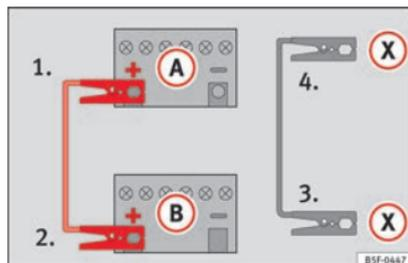

Fig. 68 Schema elettrico per i veicoli dotati di sistema Start&Stop.
– *Nei veicoli con sistema Start/Stop*: collegare un'estremità del cavo *nero* di emergenza (X) a un terminale di massa idoneo, a un elemento metallico massiccio avvitato al monoblocco del motore o al monoblocco stesso » fig. 68.
5. Collegare l'altra estremità del cavo *nero* (X), al monoblocco del motore del veicolo con la batteria scarica oppure ad un elemento metallico massiccio annesso al monoblocco e comunque non nelle immediate vicinanze della batteria (A).